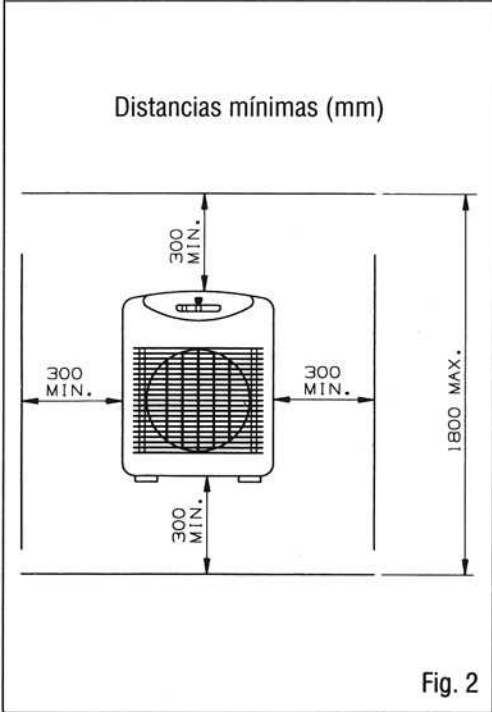

Fig. 2
- Si el aparato se instala de forma fija, deberán respetarse las distancias mínimas indicadas en la Fig. 2.